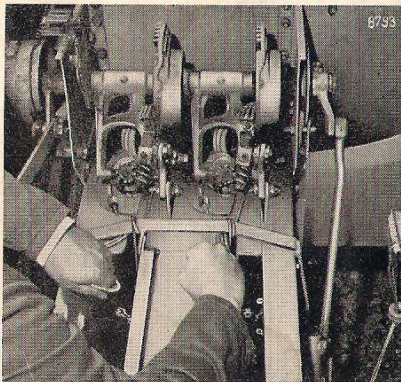

Bild 9
- d) Um eine Probebindung von Hand ausführen zu können, wird der Binfaden, der zwischen Nadelspitze und Bindeapparat gespannt ist, aus dem Kanal gezogen und zweckmäßigerweise um den oberen Querbügel des Preßkanals geschlungen, wie es Bild 9 zeigt.